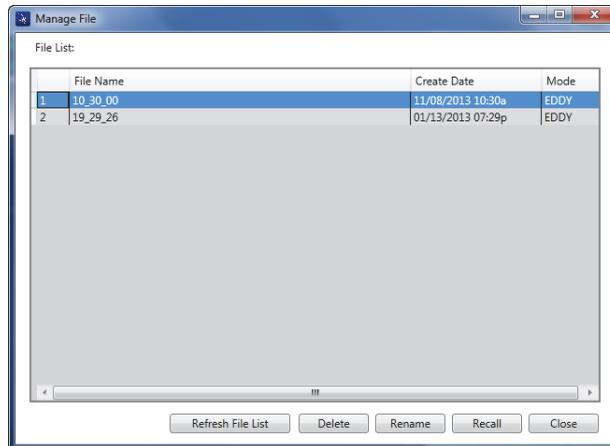

Abbildung 7-17 Dialogfeld Manage Files
Das Dialogfeld **Manage File** wird eingeblendet (siehe Abbildung 7-17 auf Seite 221).
1. Im Dialogfeld **Manage File** wählen Sie die zu löschende Datei aus und klicken Sie dann auf **Delete** (siehe Abbildung 7-17 auf Seite 221).
1. Im Dialogfeld **Manage File** wählen Sie die umzubennende Datei aus und klicken Sie dann auf **Rename** (siehe Abbildung 7-17 auf Seite 221).
1. Im Dialogfeld **Manage File** wählen Sie die aufzurufende Datei aus und klicken Sie dann auf **Recall** (siehe Abbildung 7-17 auf Seite 221).
- ◆ Im Dialogfeld **Manage File** klicken Sie auf **Refresh File List** (siehe Abbildung 7-17 auf Seite 221).